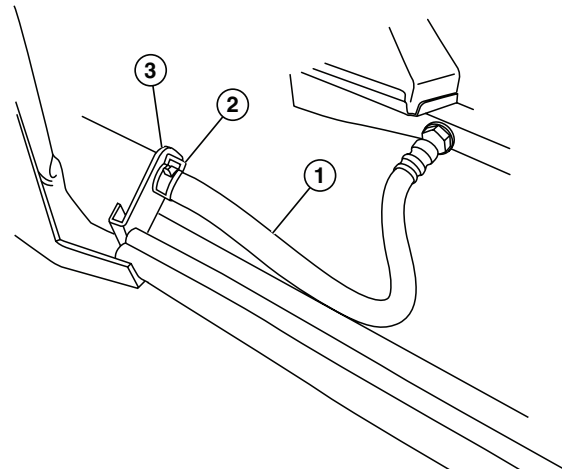

Figura 13
- Afloje la abrazadera para manguera en la manguera de drenaje de aceite y deslice la manguera fuera del perno de fijación. (Figura 13)